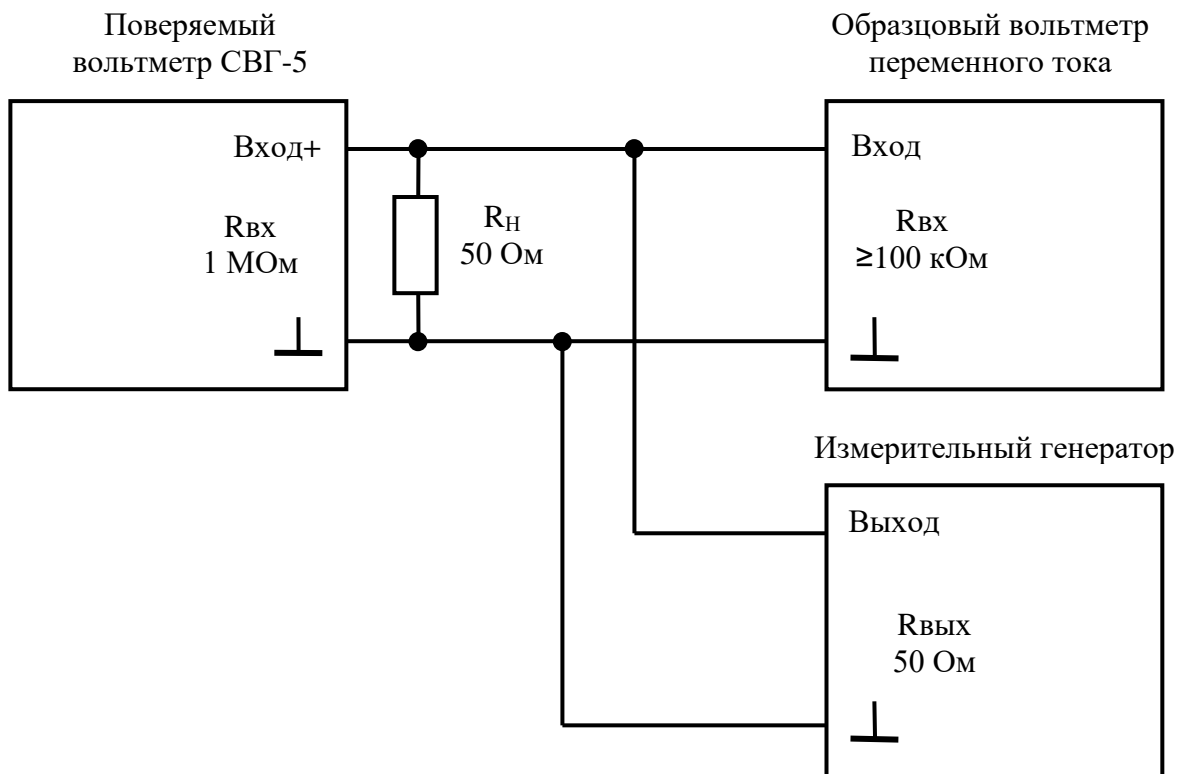
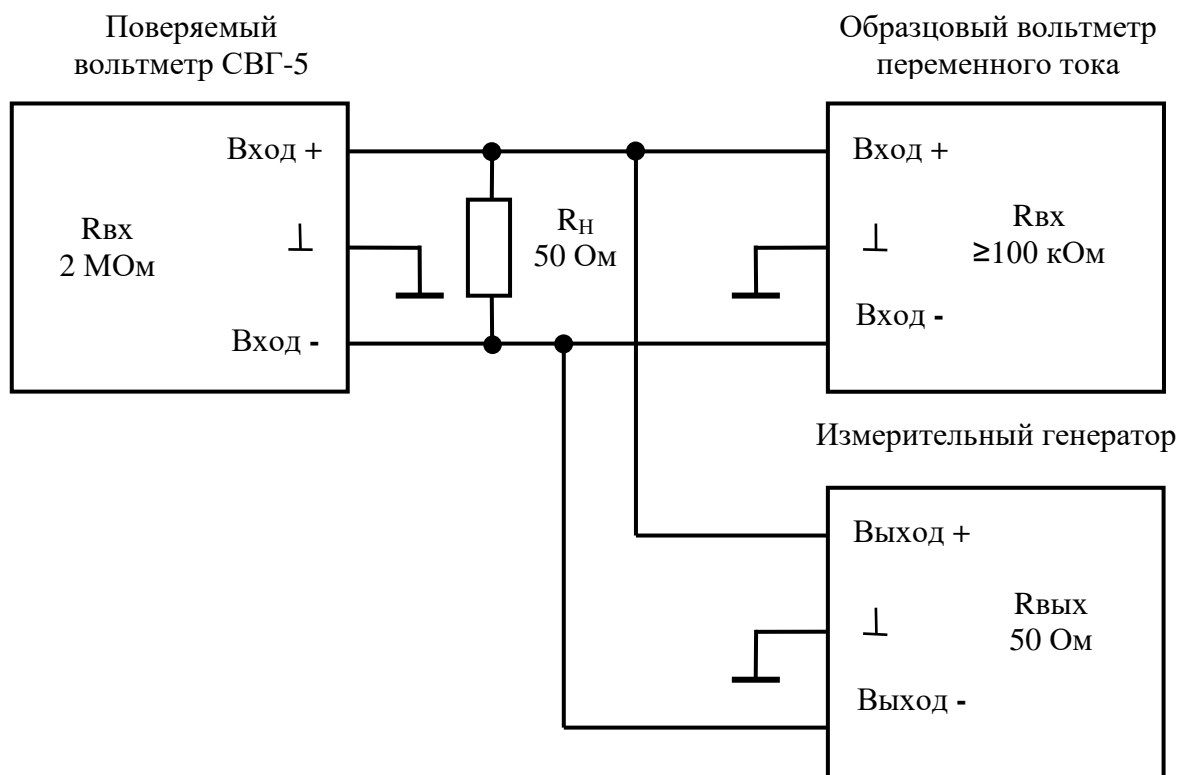

Рис.3. Структурная схема для определения погрешности измерения напряжения переменного тока вольтметром при включенном типе входа «S».
Рис.4. Структурная схема для определения погрешности вольтметра при включенном типе входа «D» .
5.1.1. Соберите схему для определения погрешности измерения напряжения переменного тока вольтметром (рис.3 для типа входа «S» или рис.4 для типа входа «D»).